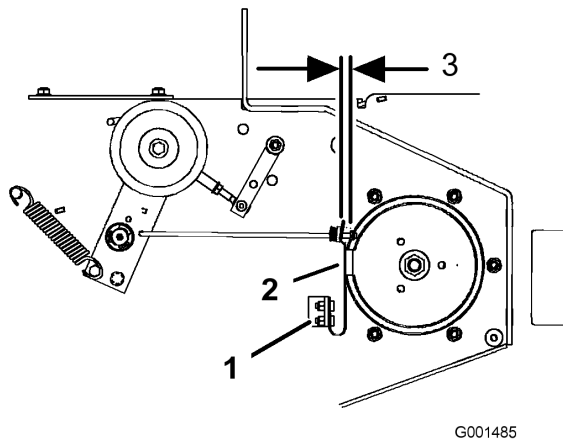

Figura 61
3. Si es necesario, ajuste los pernos de montaje del muelle hasta que la pastilla de freno de la cuchilla roce contra ambos lados de la ranura de la polea (Figura 61).
4. Ajuste la tuerca del extremo de la varilla de freno de la cuchilla hasta que quede un espacio de 3 mm-5 mm (1/8-3/16 pulg.) entre la tuerca y el espaciador (Figura 61).